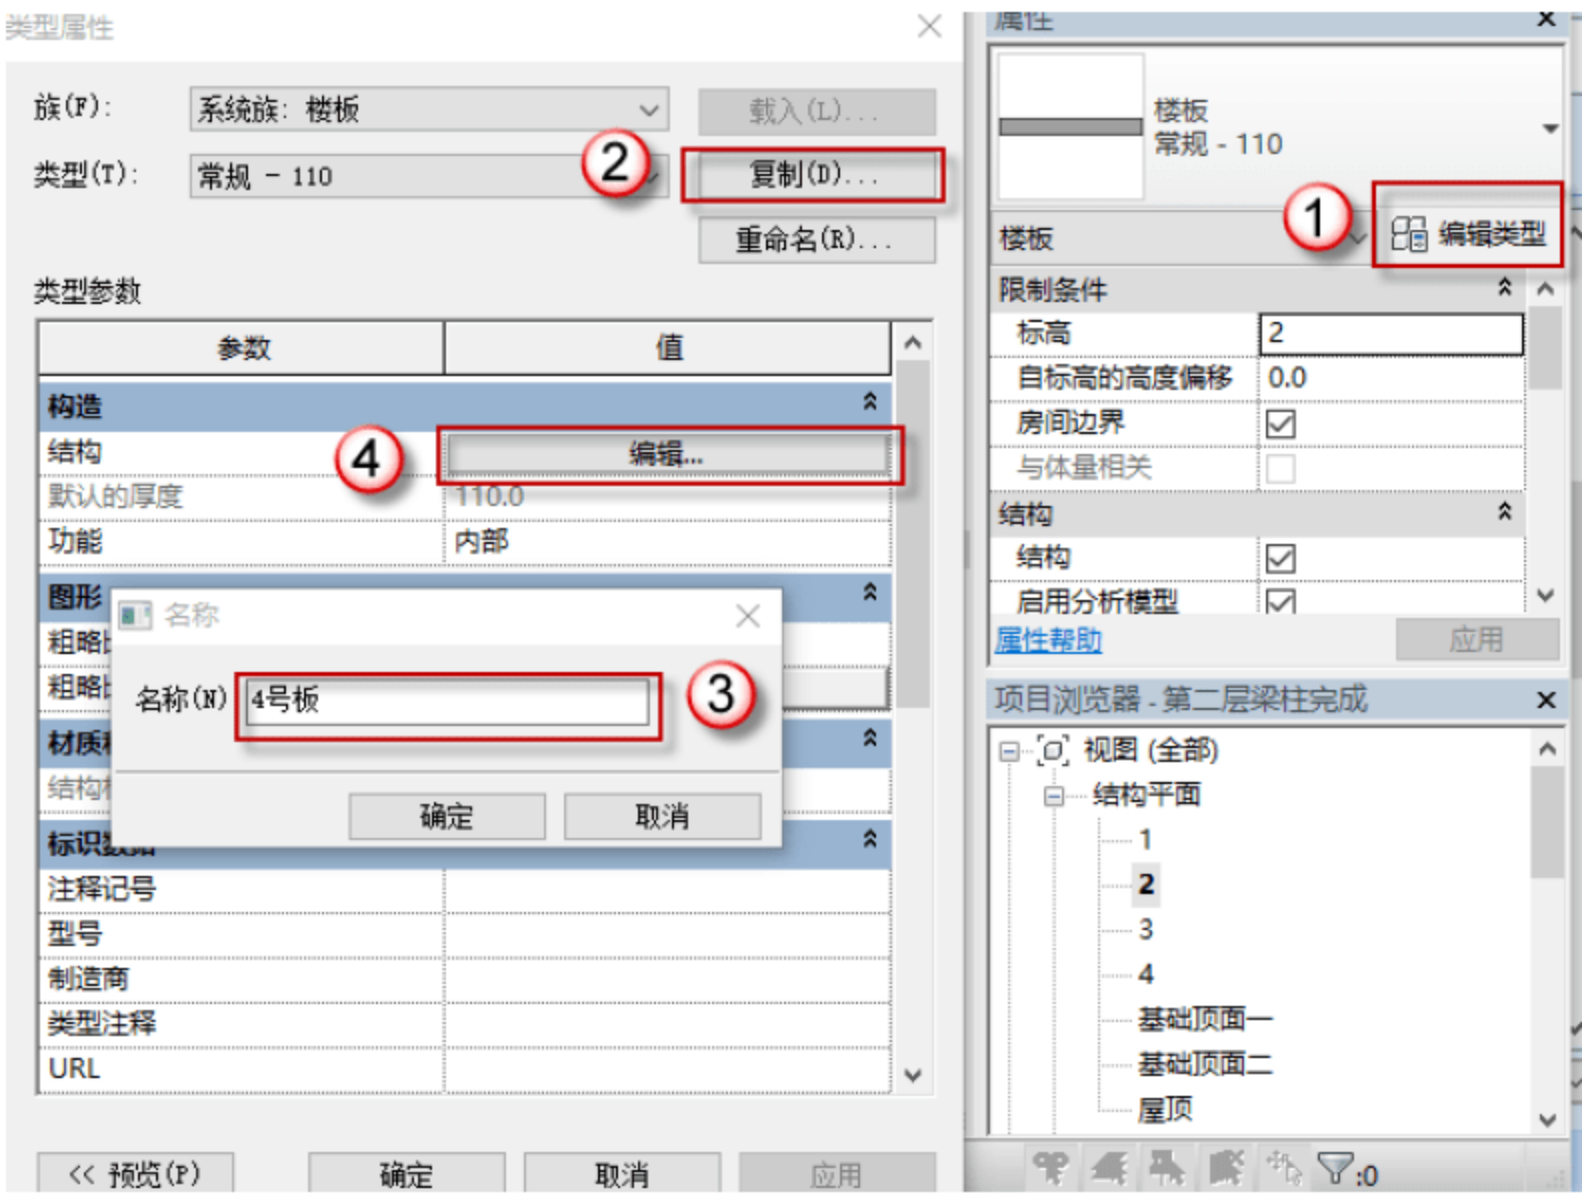

图 3.2.63 设置 4 号板参数
(9) 设置 4 号板参数，按快捷键 S+B，进入编辑模式，单击“编辑类型”按钮，在弹出的对话框中单击“复制”按钮，在弹出的对话框中命名板号，单击“确定”按钮。单击“编辑”按钮，设置参数，将板厚设置为 110，如图 3.2.63 所示。